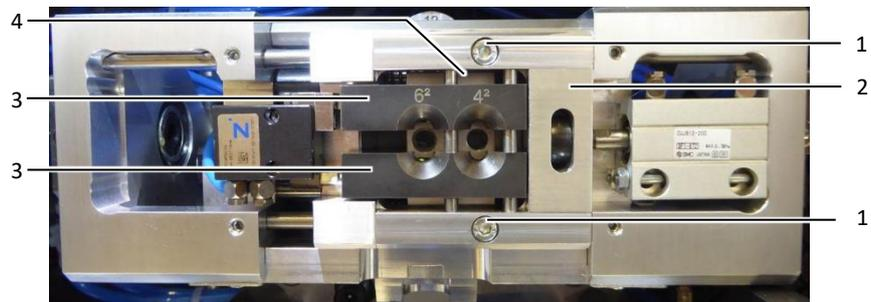
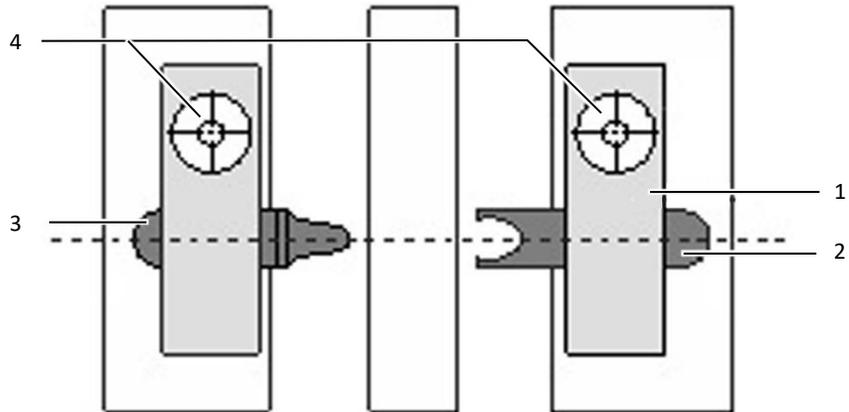

Abb. 6: Hülsenzentrierbacken
Abb. 9: Crimpwerkzeug
- Die Befestigungsschrauben (Abb. 6, Pos. 1) lösen.
- Die Hülsenzentrierbacken (Abb. 6, Pos. 3) entnehmen.
- Die Befestigungsschrauben (Abb. 9, Pos. 4) der beiden Halteplatten (Abb. 9, Pos. 1) lösen. Den Schlitten (Abb. 6, Pos. 2) dazu nach rechts oder links bewegen.
- Stempel und Gesenk (Abb. 9, Pos. 2 und 3) entnehmen.